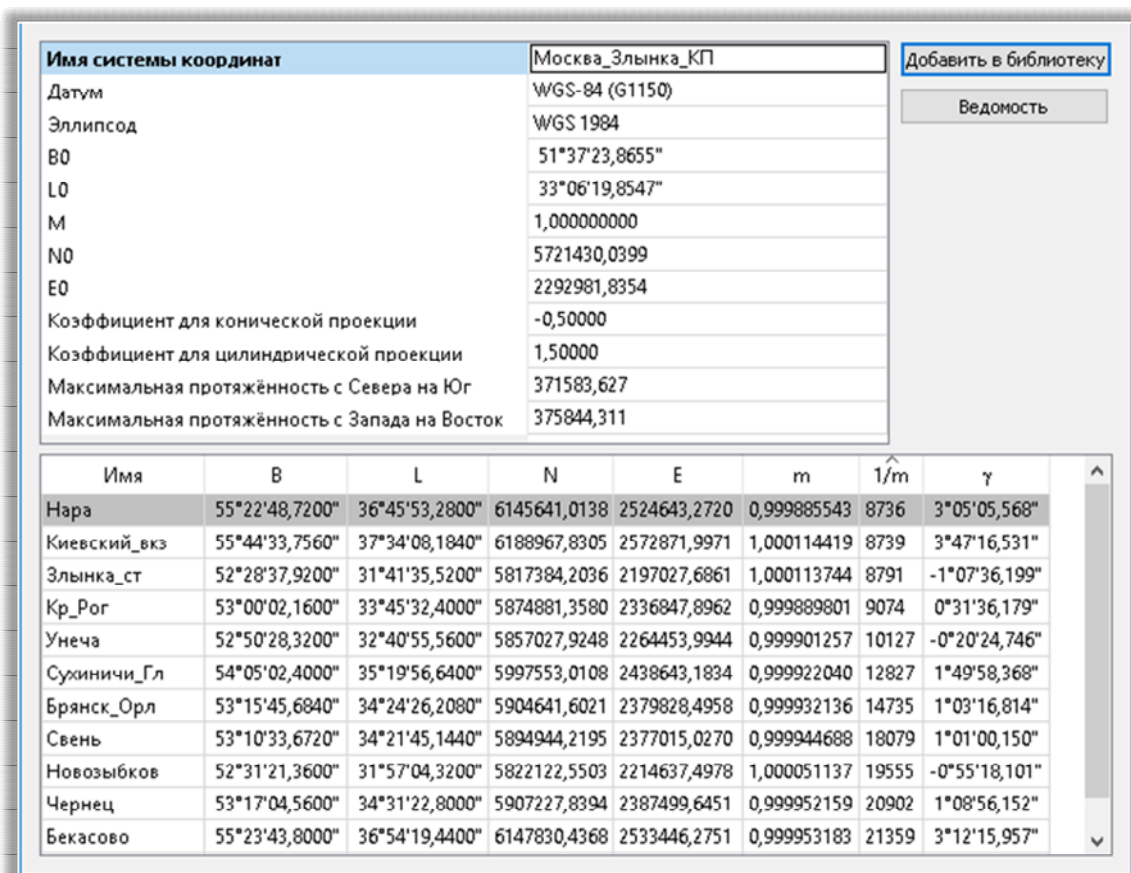

Рисунок 5.51
7. Для создания СК в композиционной проекции и определения ее параметров следует воспользоваться командой **Поиск параметров композиционной проекции**  меню **Операции**. После чего откроется диалог **Поиск параметров композиционной проекции** (рисунок 5.51)